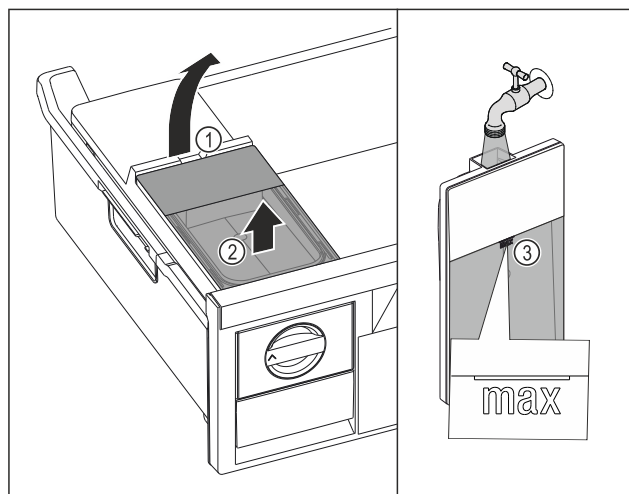

Fig. 81
- ▶ Поднимите бак для воды за выемку Fig. 81 (1).
- ▶ Извлеките бак для воды движением вверх. Fig. 81 (2)
- ▶ Наполните бак для воды питьевой водой до отметки Fig. 81 (3).